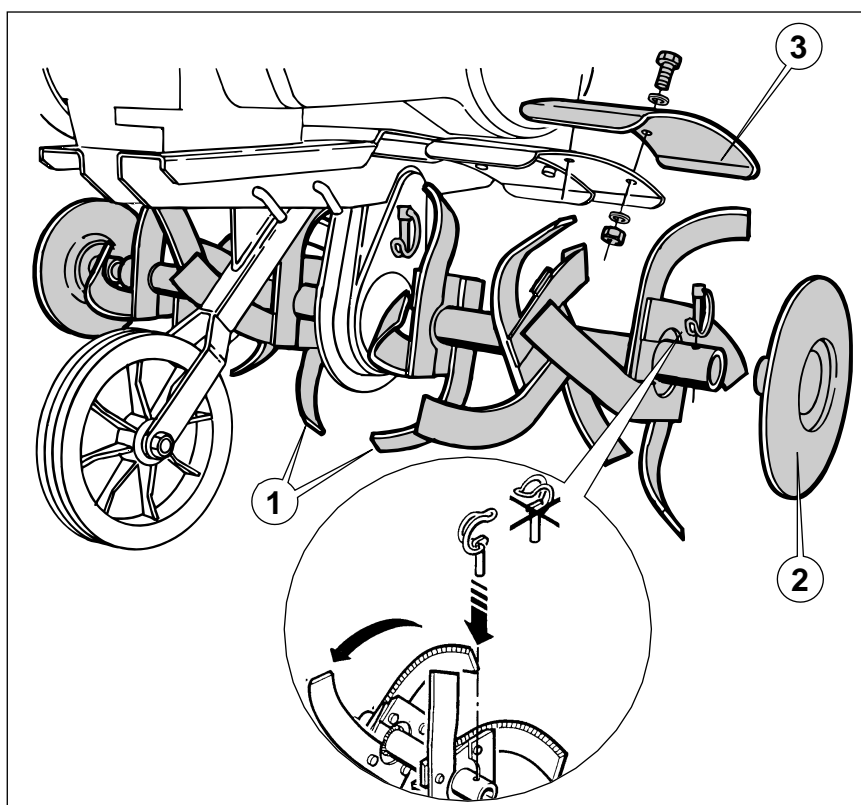

Figure: 1.1
Sur les motobineuses de petite et moyenne gamme, le système de fraissage se monte à la place des roues (Figure: 1.1). Cet ensemble comprend un jeu de couteaux courbés et affûtés (1), un disque protège-plantes à chaque extrémité (2) et, un capot de protection dont le montage est nécessaire pour éviter toutes projections (3).